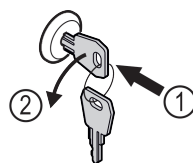

Fig. 207
- ▶ Trykk inn nøkkelen. Fig. 207 (1)
- ▶ Vri nøkkelen 90° mot klokka. Fig. 207 (2)